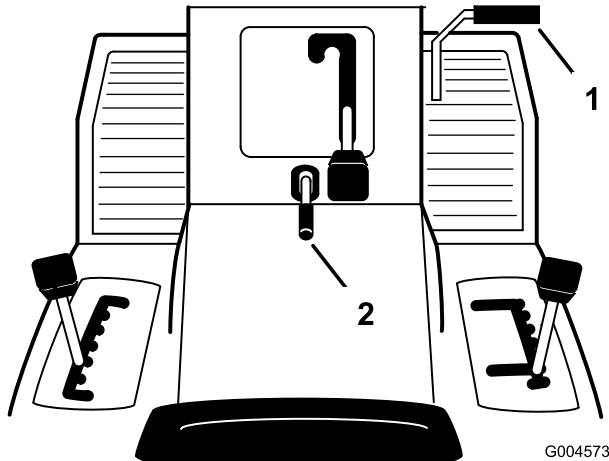

Figure 8
1. Appuyez sur la pédale de frein/d'embrayage (Figure 8) et maintenez-la enfoncée.
2. Levez le levier de frein de stationnement (Figure 8) et relâchez progressivement la pédale de frein/d'embrayage.
1. Enfoncez la pédale de frein/d'embrayage (Figure 8).